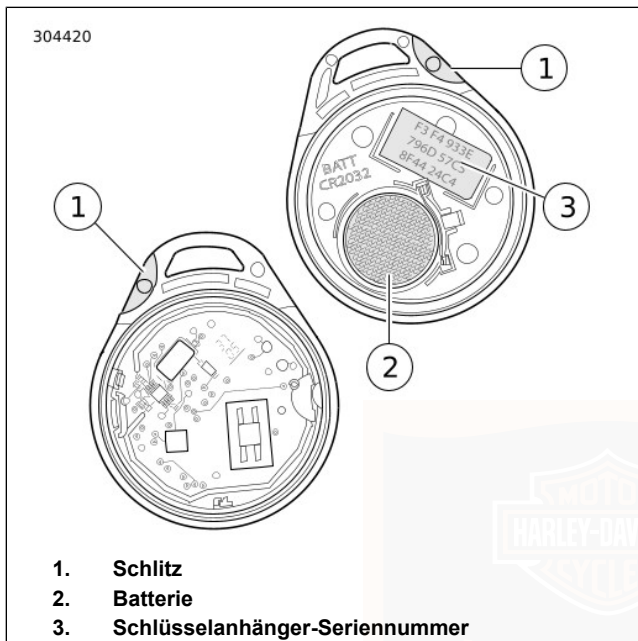

Abbildung 44. Schlüsselanhängerbatterie
1. Siehe Abbildung 44. Eine dünne Klinge im Schlitz (1) an der Seite des Schlüsselanhängers langsam verdrehen, um die beiden Hälften zu trennen.
2. Die Batterie (2) entfernen und entsorgen.